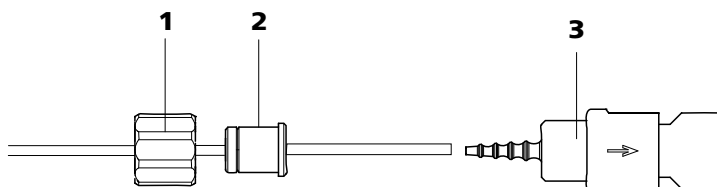

Figura 25 Instalar a conexão do tubo de bomba com filtro
- **Possibilidade A:** uma conexão do tubo de bomba **com filtro** 6.2744.180 (ver figura 25, página 49) ou